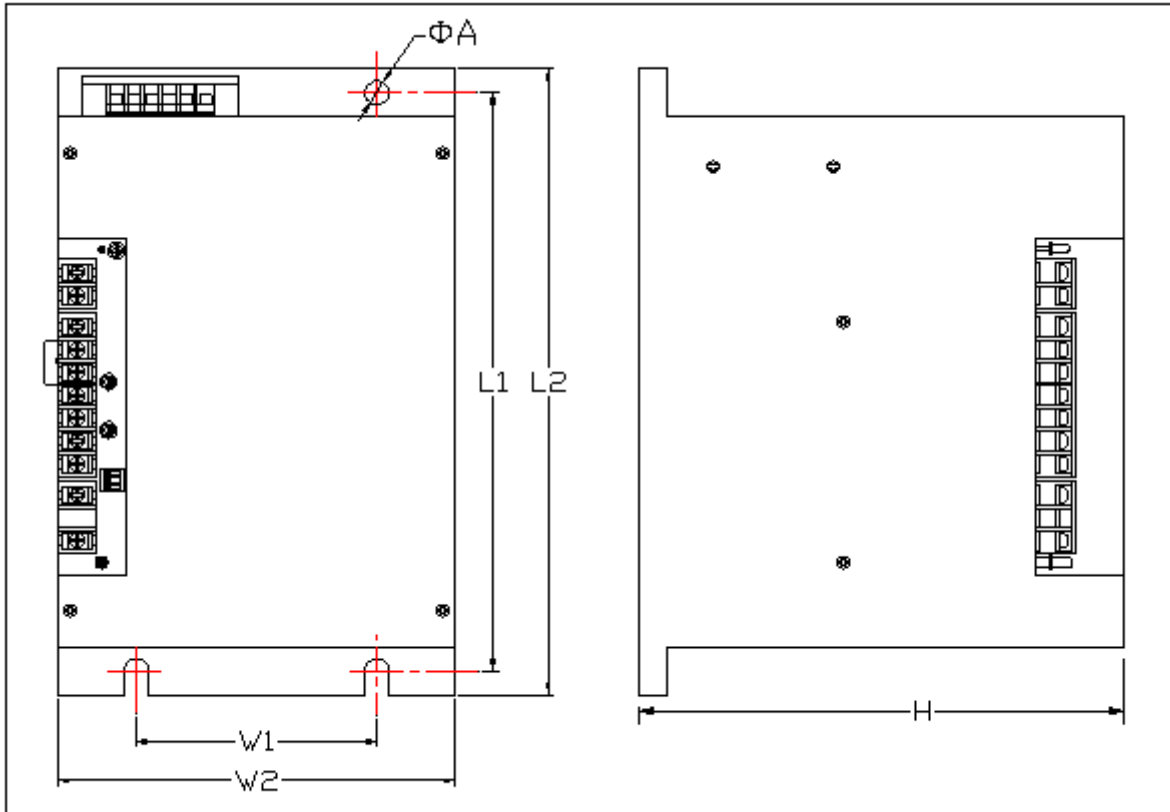

图 8
14. 外形及安装尺寸图 (图 8)
说明：图 8 中左上角是风机及状态发送接线端子。